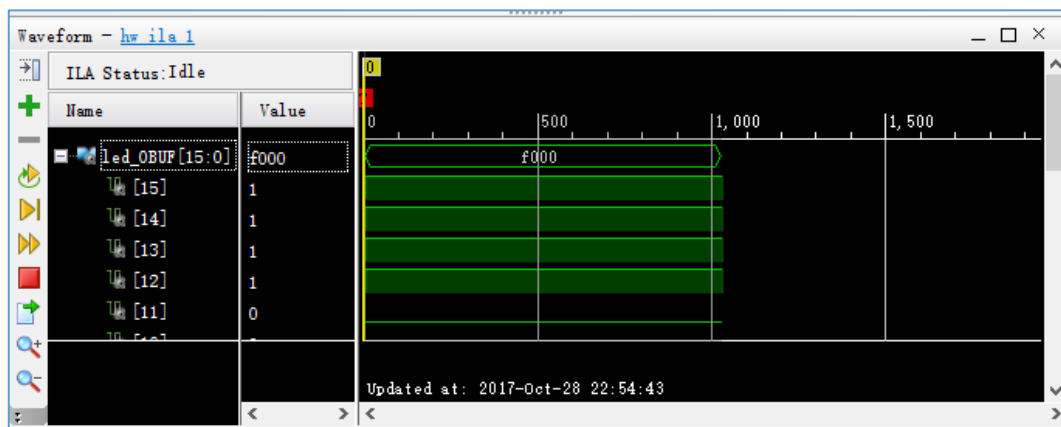

图 4.141 波形窗口
4. 在图 4.141 所示的波形窗口中添加要观察信号的波形。